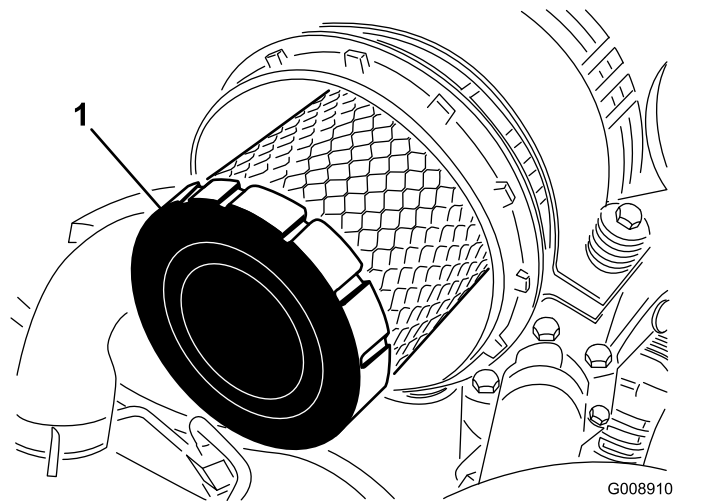

Figura 97
4. Retire el filtro primario (Figura 97).